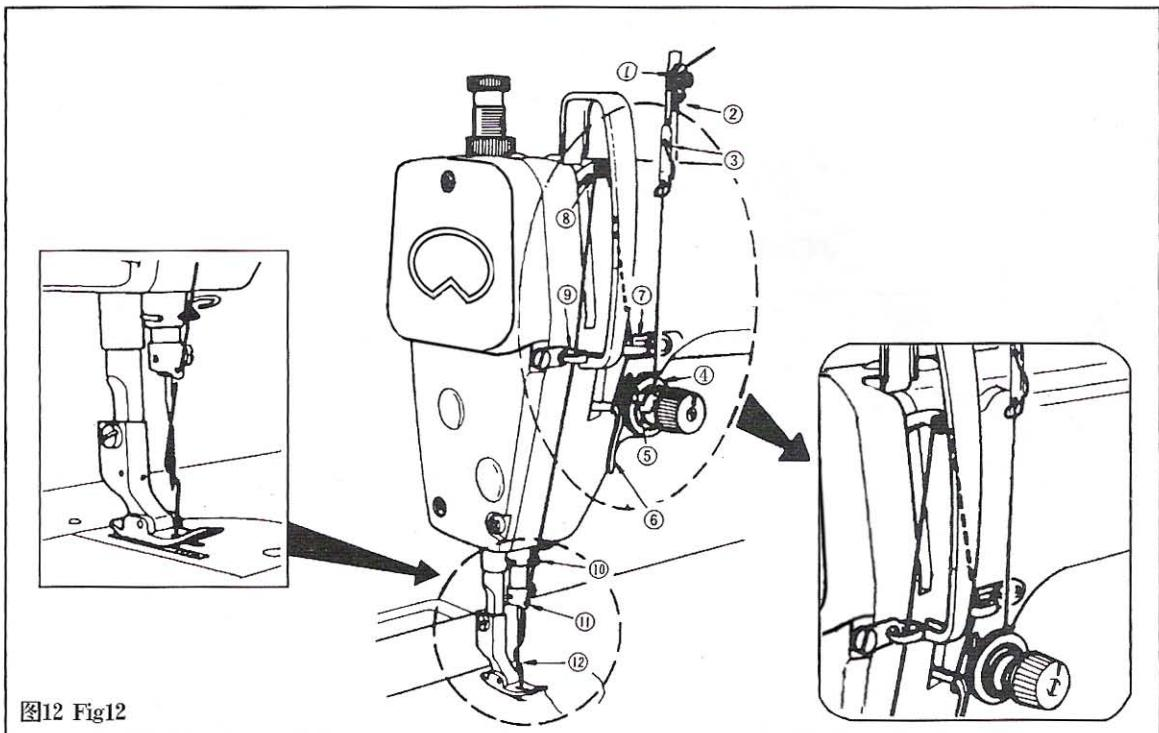

图12 Fig12
## 6. 面线的穿法( 图 12)
6. THREADING THE MACHINE HEAD (Fig.12)